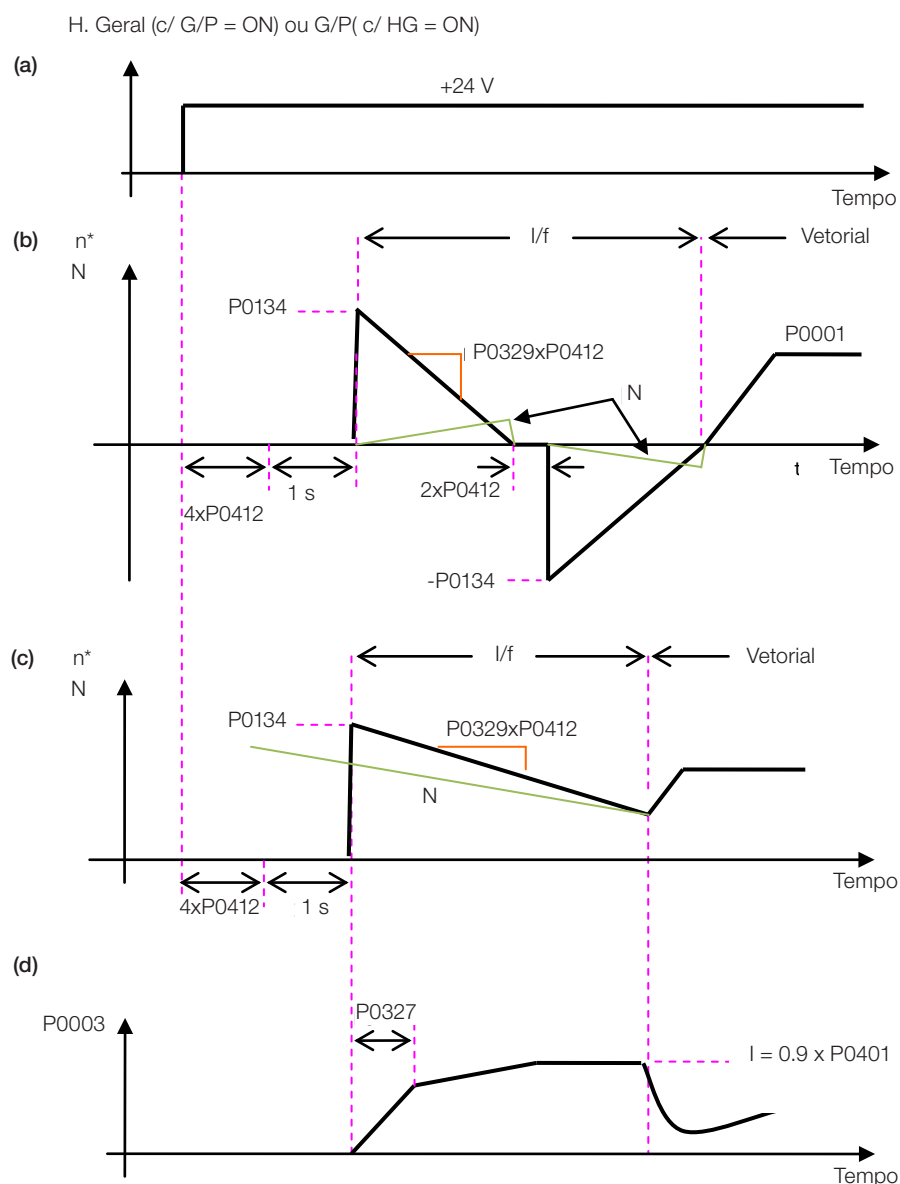

Figura 11.4: (a) a (d) Influência de P0327 e P0329 durante o Flying Start (P0202 = 4)
O comportamento da Função Flying Start (FS) no modo sensorless durante a aceleração e a re-aceleração pode ser compreendido a partir da Figura 11.4 na página 11-10.
Na Figura 11.4 na página 11-10 é apresentado o comportamento da referência de velocidade quando a função FS é iniciada com eixo do motor parado e P0329 pequeno (não otimizado).
A Figura 11.4 na página 11-10 apresenta a referência de rotação quando a Função FS é iniciada com o eixo do motor girando no sentido desejado ou com o eixo parado e P0329 já otimizado.